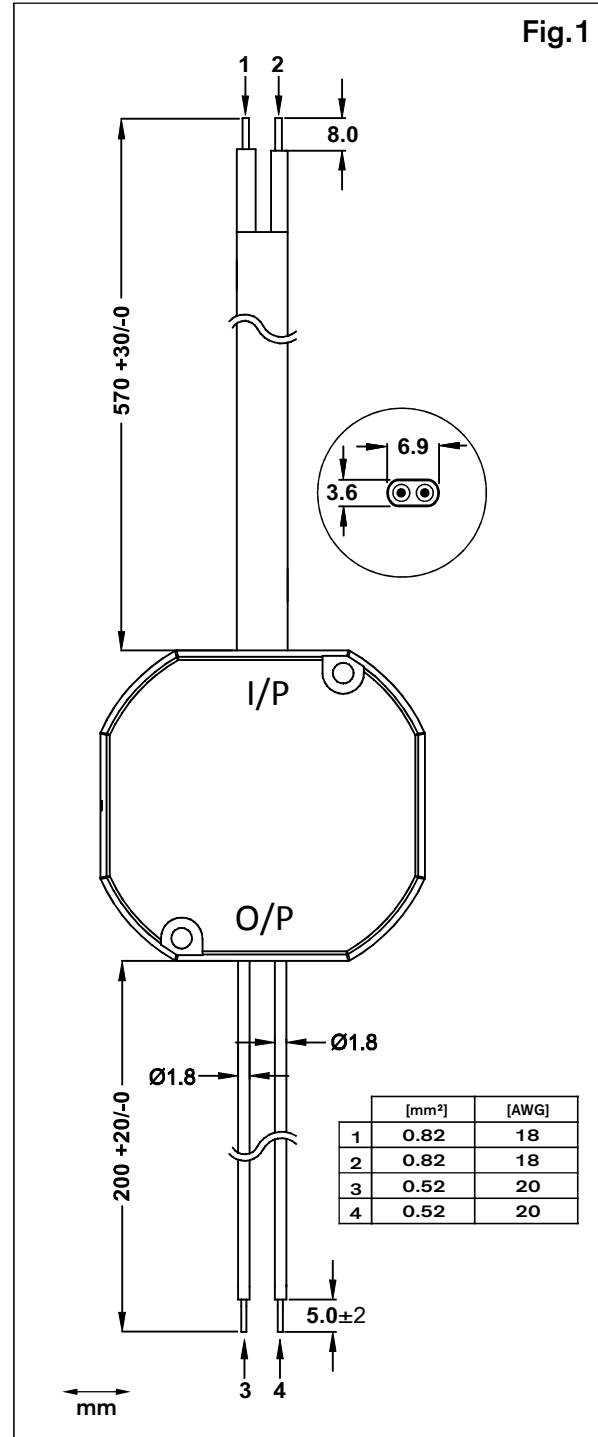

Fig.1
- Tous les fils d'entrée et de sortie doivent être correctement étalonnés pour le bloc d'alimentation et être branchés à la bonne polarité. Fig.1
- Identification des caractéristiques Fig.1**